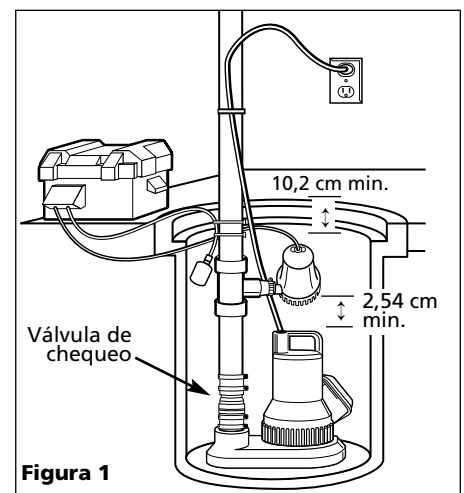

Figura 1
Debe utilizar una válvula de chequeo en el orificio de descarga de la bomba principal para sumideros (vea la Figura 1).
- La bomba debe instalarse utilizando una tubería rígida de PVC de 3,2 cm (1¼") ó 3,8 cm (1½"). Entre la conexión en T de la ESP y la bomba principal, se debe instalar una válvula de chequeo (no incluida) (véase la Figura 1).
bomba principal. Ésto permitirá que la bomba principal opere normalmente (vea la Figura 1).